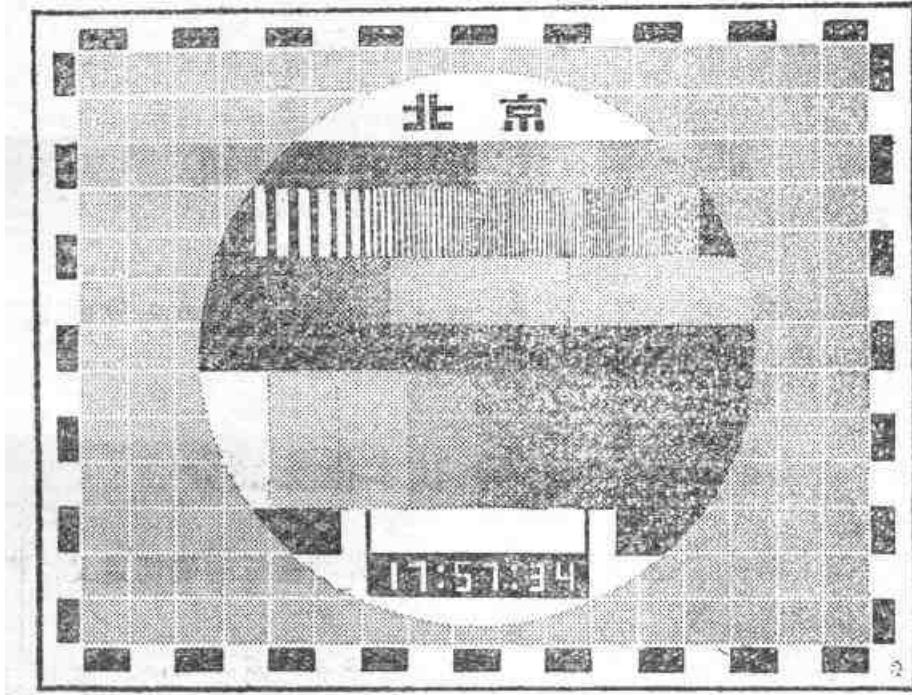

图1-1 彩色广播电视台测试卡
4. 清晰度 清晰度是指荧光屏再现图象细节的能力。可以从电视测试卡上判断电视机的清晰度。图 1-1 是在黑白电视机上看到的彩色电视测试卡。大圆内的第三部分(从上往下数)为水平清晰度线，从左至右分为五级，依次为 140 线、220 线、300 线、380 线、500 线；电视机所能看清楚的最右边的那一个等级就是这台电视机的清晰度。垂直清晰度在这个测试卡上没有具体表示，但能从扫描线的清晰程度大致评价其优劣。一般清晰度指标是：
5. 灰度等级 可重现的灰度等级，可利用图 1-1 中大圆内第六部分的八个明暗程度不同的矩形来判别。当调整对比度和亮度后能使八个矩形从白到黑依次区分开来时，一般认为达到七级灰度，收看到的图象层次丰富、逼真。
8. 扫描非线性 扫描非线性指电子束扫描速度不均匀的程度。从图1-1中看，扫描非线性表现为大圆外面的灰底白线方格的大小不均匀。根据格子不呈正方形的程度或大小不一样的程度，都能大致判断扫描非线性的大小。一般允许水平方向非线性失真不大于17%，垂直方向非线性失真不大于12%。
9. 图象几何失真 图象几何失真指图1-1中的矩形框可能呈梯形、枕形或桶形，这与扫描非线性是有区别的。几何失真不应大于3%。
这种鉴定电视机质量的方法更为可靠。可参照图1-1，按如下方法进行。